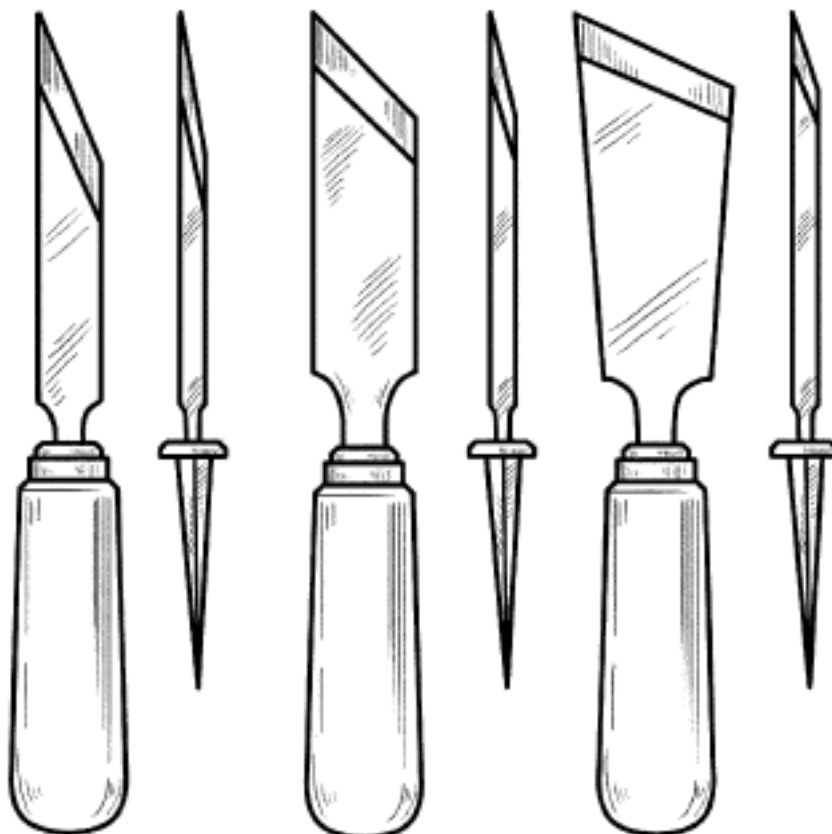

Рис. 13. Стамески-косячки
4. Стамеска-косячок (рис. 13). Она похожа на прямую, но лезвие ее срезано под углом 45–70°. Ширина лезвия колеблется от 5 до 30 мм. Инструмент используется в геометрической резьбе.